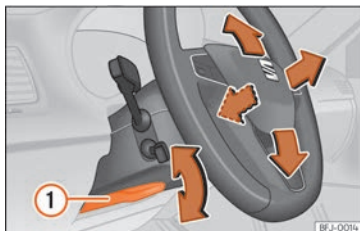

Fig. 24 Levier sur la partie inférieure latérale gauche de la colonne de direction.
- Régler la position du volant : tirez le levier » » **fig. 24** jusqu'en bas, déplacez le volant sur la position désirée puis remontez le levier en position de verrouillage.